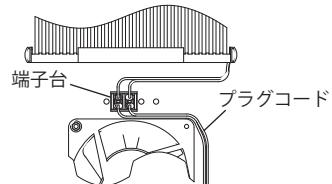

図 8 電源端子台の位置変更③
- 端子台にプラグコードを接続してください。(P.6 図8)